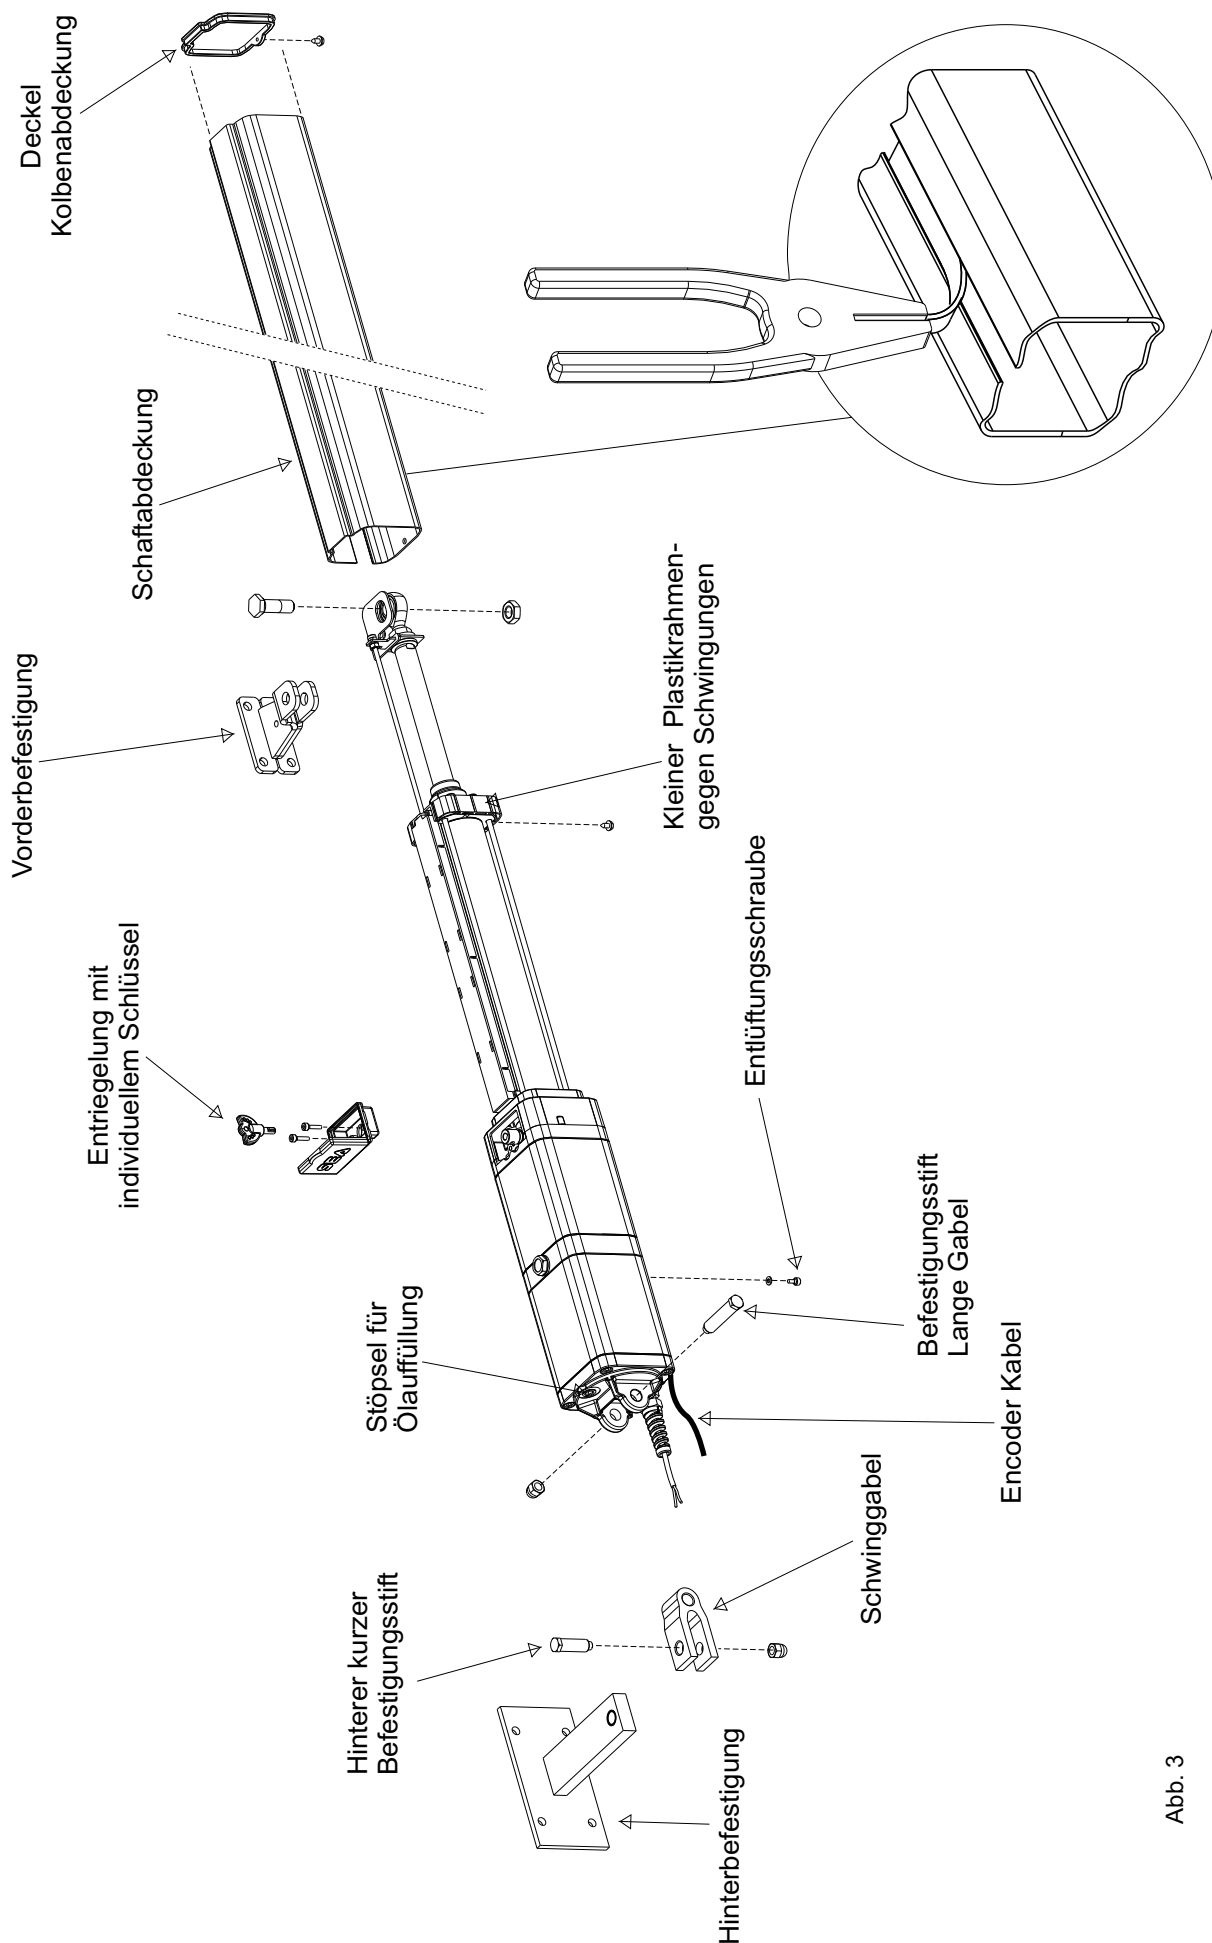

Abb. 3
- Vorsichtig die Verpackung öffnen und darauf achten, dass keines der Bauteile, die unter Abb. 3 aufgeführt sind, verloren geht.